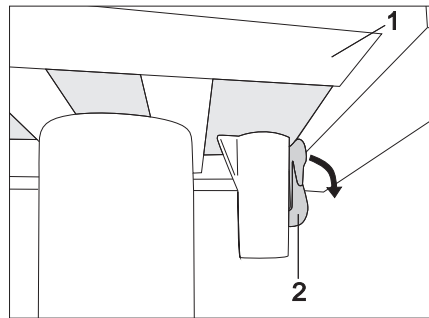

Fig. 96 Arresto tavolo a colonna (bloccato)
- Spingere la leva di bloccaggio (Fig. 96,2) verso il basso.
- Spingere il piano del tavolo (Fig. 96,1) nella posizione desiderata.
- Spingere la leva di bloccaggio (Fig. 96,2) verso l'alto.